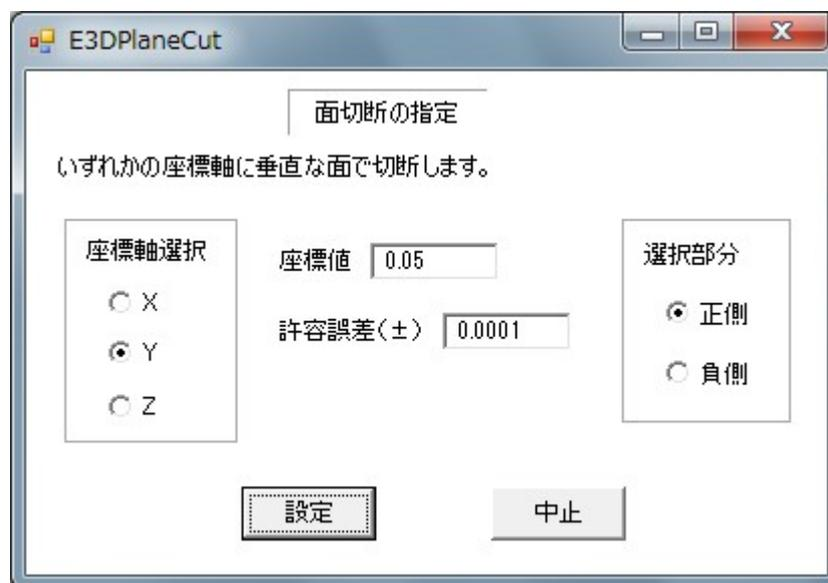

図5-21 面切断設定の画面
18) 「面切断設定」ボタンをクリックすると、図5-21の面切断設定の画面に移り、面切断の仕方を設定できます。この面切断とは、座標軸に直角な平面で構造を切断し、2分割されたいずれかの構造図を描くものです。図5-21の画面では次のように操作します。